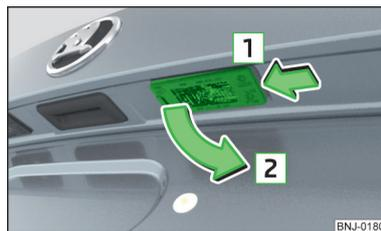

Fig. 193 Démontez l'éclairage de la plaque d'immatriculation
- Pousser la lampe dans le sens de la flèche **1** » fig. 193. La lampe se retire.